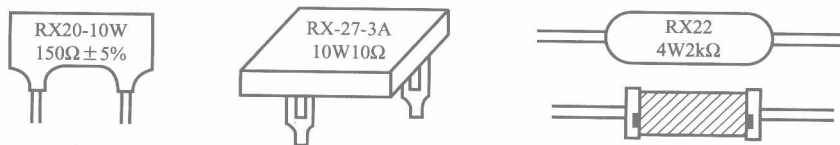

图 1-4 线绕电阻器的外形
(3) 线绕电阻器 线绕电阻器是用电阻率较大的合金线（镍铬合金、锰铜合金、康铜丝）缠绕在绝缘基棒上制成的。其阻值大小由合金线的长短和粗细决定。这种电阻器具有耐高温、功率大（可高达 500W）、噪声低和电阻值精度高等优点，其缺点是有比较大的分布电感和电容，阻值做不到很大，只能应用在直流和低频交流的场所。线绕电阻器的外形如图 1-4 所示。